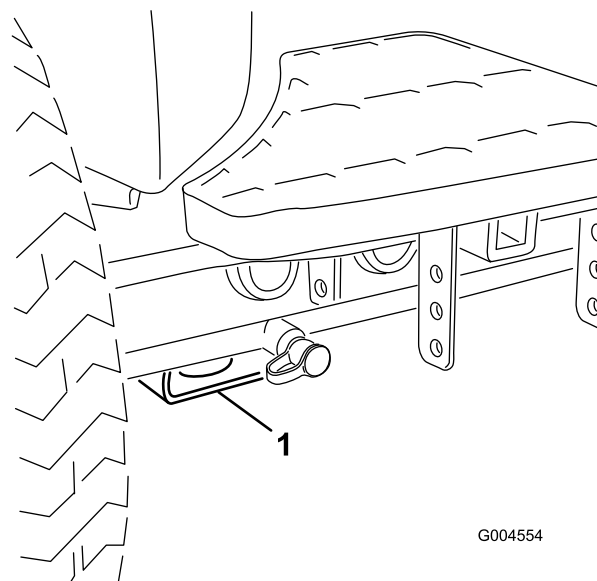

Рисунок 35
- В передней части – используйте прямоугольную подкладку под трубой моста внутри каждого переднего колеса (Рисунок 35).